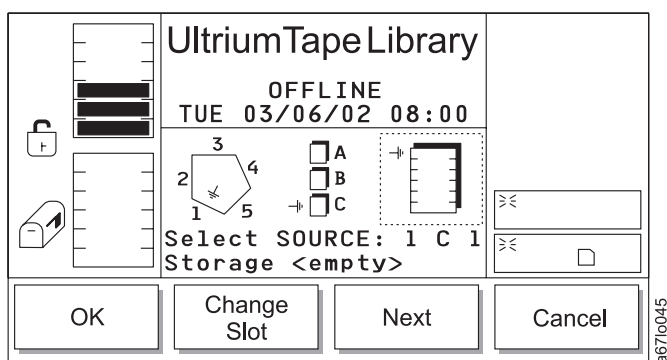

Abbildung 112. Dialog für Fachwechsel
- Wird **Next** ausgewählt, ändert sich der aktuelle Quellenparameter von einem Magazin in ein Ablagefach, und der Dialog für Fachwechsel erscheint (siehe Abb. 112).
Tabelle 61. Übersetzung von Abb. 112, Dialog für Fachwechsel